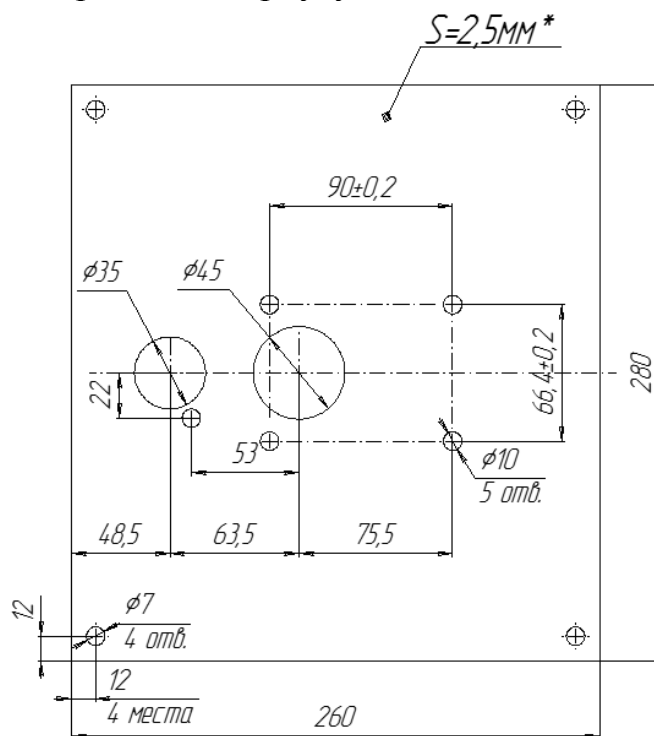

Рис.8.3- Пластина монтажная
2. к нагревателю присоединить монтажную пластину см. рис.7.1 (данную пластину допускается изготавливать из стального листа толщиной не менее 2,5мм см. рис.8.3);